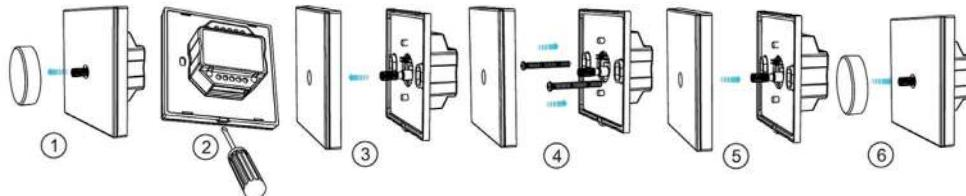

Рис. 2. Монтаж панели SMART
3.7. Закрепите панель в месте установки [см. рис. 2].